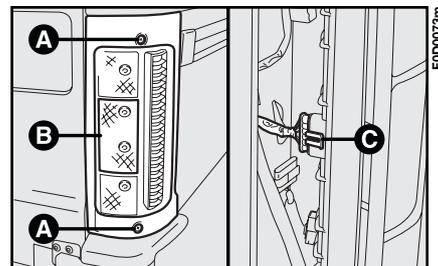

fig. 20
- 1) afloje los 2 tornillos con un destornillador **A-fig. 20**